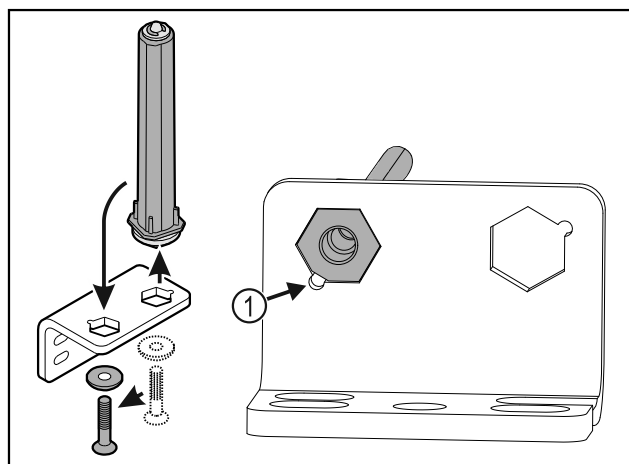

Fig. 38
- Let erop dat bij het plaatsen de boutafschuiving Fig. 38 (1) naar het ronde gat wijst.